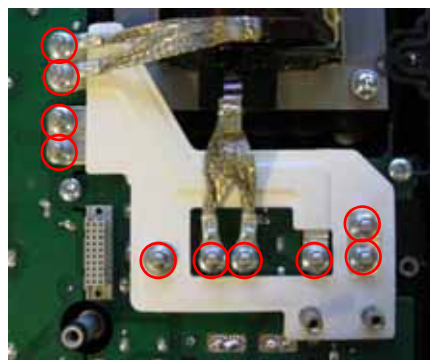

Рис. 52 Гайки шинпровода
- Установите гайки (поз. 276а) на шинпровод (см. рис. 52) и затяните их с усилием 2,2 Нм.